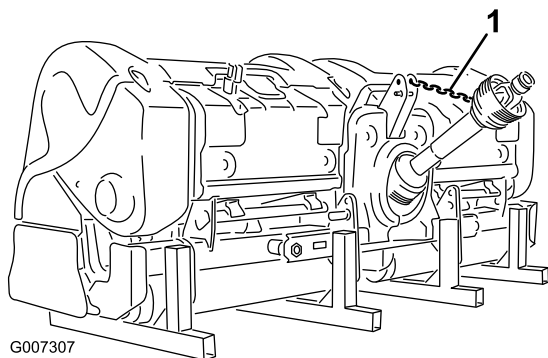

図 45
12. PTO シャフトが地面に落ちないようにPTO の保管ひもをPTOシールドにつなぐ 図 45。